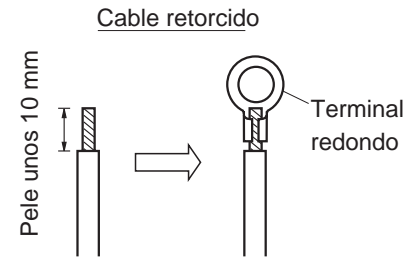

Fig. 5-5
- Corte el extremo del cable con un alicate de corte, luego elimine el aislante para que asomen unos 10 mm de hilo y retuerza adecuadamente los extremos del hilo. (Fig. 5-5)